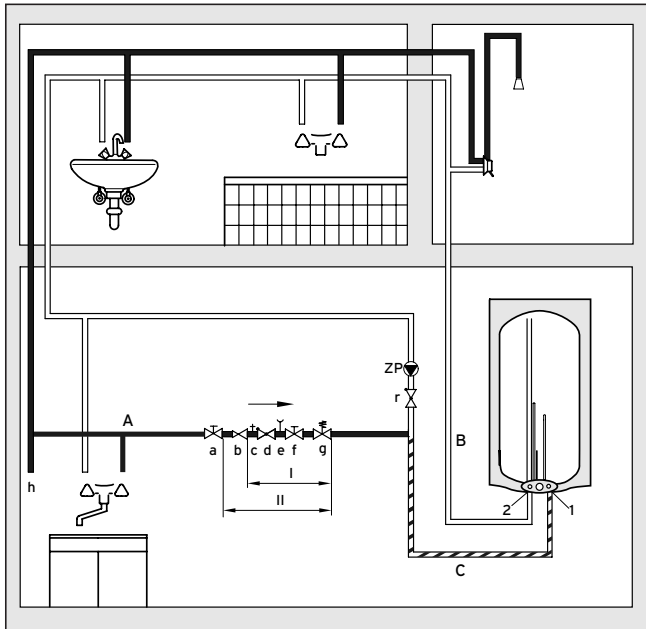

Abb. 4.4 Installationsbeispiel mit Warmwasserzirkulationsleitung
Wie in Abbildung 4.4 gezeigt, werden vom Warmwasseranschluss (2) die Zapfstellen mit einem isolierten Kupferrohr ringförmig so verbunden, dass die letzte Zapfstelle wieder in der Nähe des Elektro-Warmwasserspeichers liegt. Hinter dieser Zapfstelle ist eine Zirkulationspumpe (ZP) anzuschließen. Diese wird über einen Rückflussverhinderer (r) mit einem T-Stück zum Kaltwasseranschluss (1) verbunden.